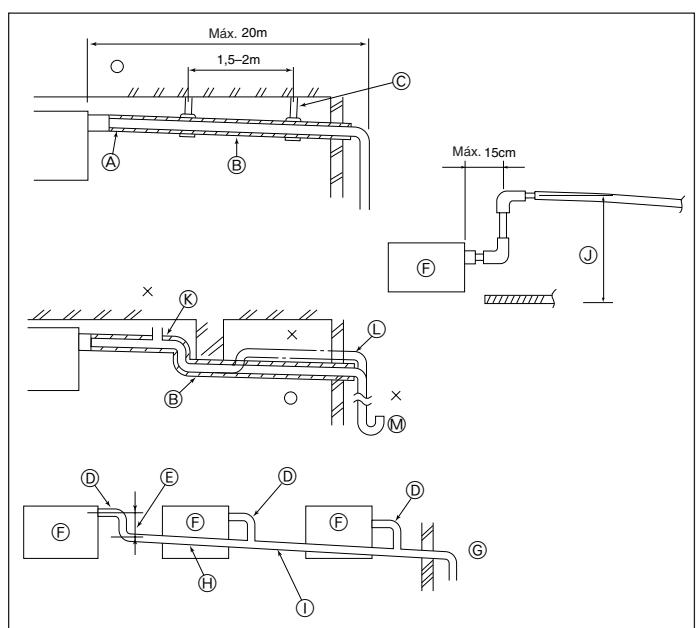

Fig. 3-4
- ① Enrole a cobertura de tubo de grandes dimensões incluída à volta do tubo de gás, certificando-se de que a extremidade da cobertura do tubo toca na parte lateral da unidade.
- ② Enrole a cobertura de tubo de pequenas dimensões incluída à volta do tubo de líquido, certificando-se de que a extremidade da cobertura do tubo toca na parte lateral da unidade.
- ③ Fixe as duas extremidades de cada cobertura de tubo com as bandas incluídas. (Prenda as bandas a 20 mm das extremidades da cobertura do tubo.)
3.4. Trabalho de tubagem de drenagem (Fig. 3-4)
- ① Tubagem correcta
- ② Tubagemerrada
- ③ Isolação (9 mm ou mais)
- ④ Inclinação descendente (1/100 ou mais)
- ⑤ Suporte de metal
- ⑥ Respiradouro